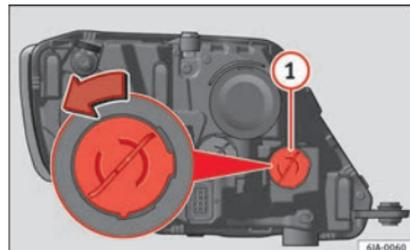

Fig. 93 Remplacement de l'ampoule de clignotant.
- Tournez le support d'ampoule »» fig. 93 ① dans le sens contraire des aiguilles d'une montre et retirez-le.